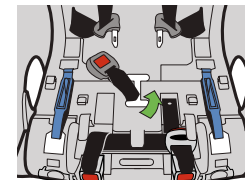

Figura 10
- Deslice el cinturón hacia un lado de la ranura de la correa de la entrepierna y empuje el borde del cinturón hacia la ranura de ajuste, como se muestra en la **figura 10**.